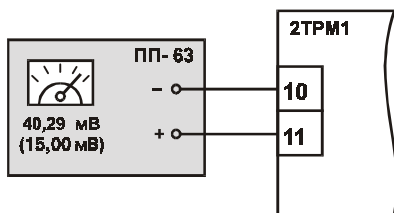

Рис. 3
3.1. Подключить к входу первого канала прибора вместо термопары потенциометр постоянного тока ПП-63 классом точности 0,05, соблюдая полярность (рис. 3). Установить выходной сигнал на потенциометре равным 40,29 мВ или 15,00 мВ в зависимости от типа используемой термопары (см. табл. 1).